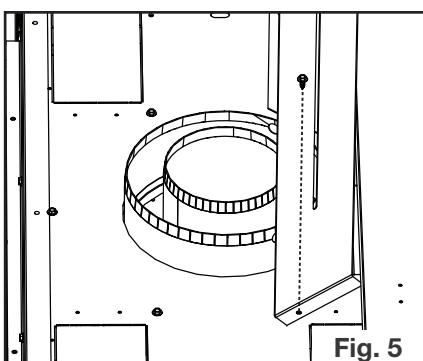

Fig. 5
5. Utilisez les attaches à l'étape 4 pour fixer le bouclier d'évent sur l'appareil (**Fig. 5**).